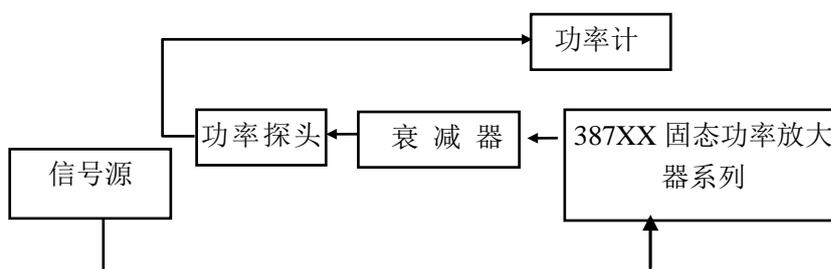

图 5-2 最大输出功率、最大输入功率、1dB 压缩点、增益及功率平坦度测试框图
下列各个指标测试时的具体操作步骤是根据图示中的测试仪器编写的，当采用同等性能特性的其它测试仪器测试时，具体操作方法应参照该仪器的使用说明书进行。也可采用如图5-2所示的信号源与功率计来测试增益。
- 1) 最大输出功率测试: 如图 5-2 所示连接装置, 将信号源工作频率范围设置为 32GHz~40GHz, 步进 0.5GHz, 将连接到放大器输入端口的信号源输出功率设为 0dBm 或其他使得放大器处于饱和输出工作状态的数值, 记录功率计在每个测试频点的读数, 计算最大输出功率度数与衰减器的衰减值之和, 即为最大输出功率。
如图 5-2 所示连接装置, 将信号源工作频率范围设置为 32GHz~40GHz, 步进 0.5GHz, 将连接到放大器输入端口的信号源输出功率设为-30dBm 或其他使得放大器处于线性放大工作状态的数值, 逐渐增大信号源输出功率, 记录功率计在增益压缩 1dB 时的读数, 计算该数值与衰减器的衰减值之和, 即为 1dB 压缩点输出功率。